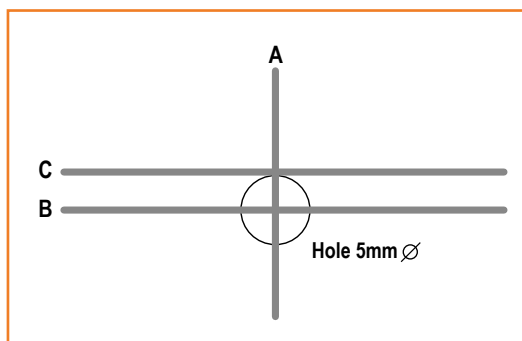

Figure 6.
La première étape de l'assemblage consiste donc à plier correctement les pattes des LED à l'aide d'un gabarit, que j'ai fabriqué en perçant un trou de 5 mm de diamètre dans un morceau de panneau de fibres (MDF). Le trou doit être parfaitement adapté à la dimension des LED et doit permettre de les insérer et de les retirer facilement. J'ai ensuite tracé des repères de pliage autour du trou (**fig. 6**) : une ligne verticale (A) et une ligne horizontale (B) passant toutes deux par le centre du trou, et une ligne horizontale (C) tangente au bord supérieur du trou. Plier les pattes à l'aide d'une règle métallique s'est révélé très pratique. Les photos de la **figure 7** illustrent les étapes à suivre.
1. Insérer la LED dans le gabarit en vérifiant son orientation. Toutes les pattes doivent être alignées avec la ligne horizontale (B), et la cathode doit être la seconde patte en partant de la droite.
2. Premier pliage : plier la cathode vers le bas et les anodes vers le haut selon la ligne (A) de façon à ce qu'elles soient parallèles au bois et au « fond » de la LED.
3. Deuxième pliage : utiliser une règle métallique pour plier la cathode vers la gauche parallèlement à la ligne (B).
4. Troisième pliage : placer la règle selon la ligne horizontale (C) et plier à nouveau les anodes vers le haut. Voilà, plus que 511 LED à plier !